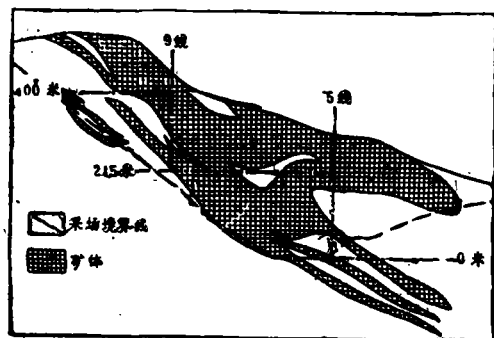

图1 某露天矿剖面图
露天矿由上而下的开采顺序,要求高级储量的分布范围按照这一顺序逐步向下扩大。某矿根据开采顺序的需要,将矿体分为四段:①9线以西400米水平以上为第一段;②9线至5线400至215米水平为第二段;③215至0米水平为第三段;④0米(露天底)以下为第四段(图1)。